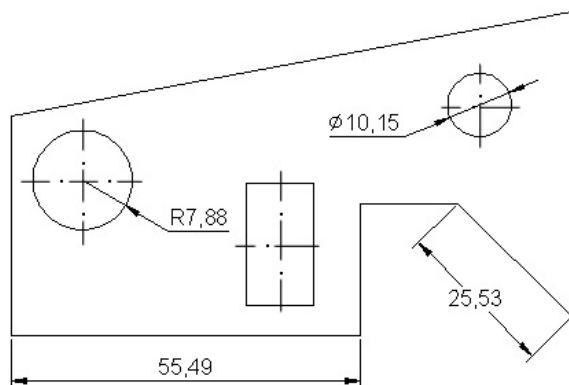

Рис. 5.21. Результат применения нового стиля размера
6. Разместите линейные размеры. Ваш чертёж должен выглядеть примерно так, как показано на рис. 5.21.